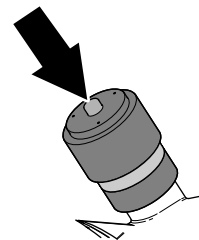

図 122
6. 整備インジケータが赤色になっている場合は、インジケータの端部にあるリセットボタンを押す 図 122。